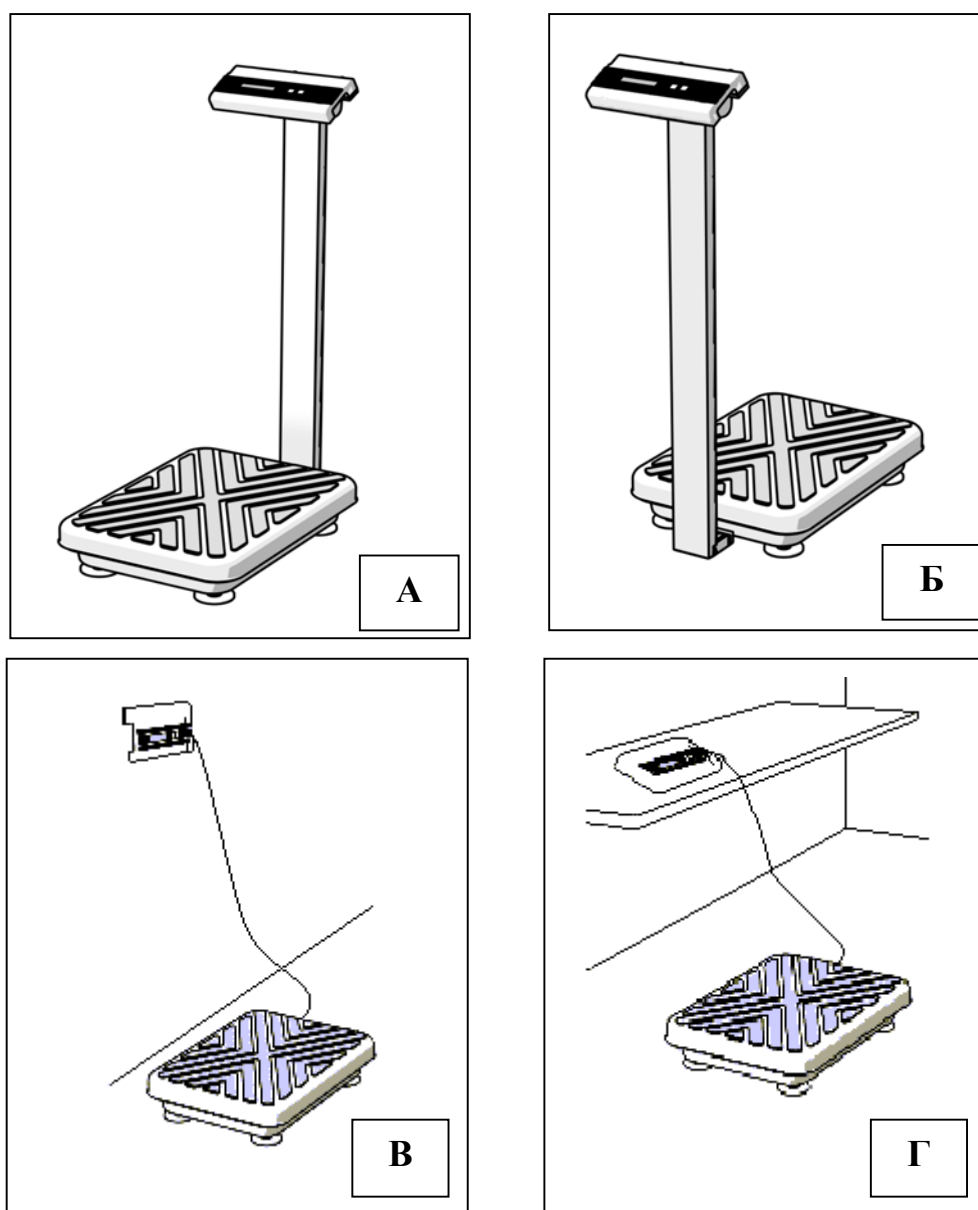

Рис.2.1
2.1. Вариант 1. Размещение устройства индикации на стойке (см.рис.2.1 А, Б).
2.2. Вариант 2. Размещение устройства индикации на столе (см. рис.2.1 Г).
2.3. Вариант 3. Размещение устройства индикации на стене (см. рис.2.1 В).